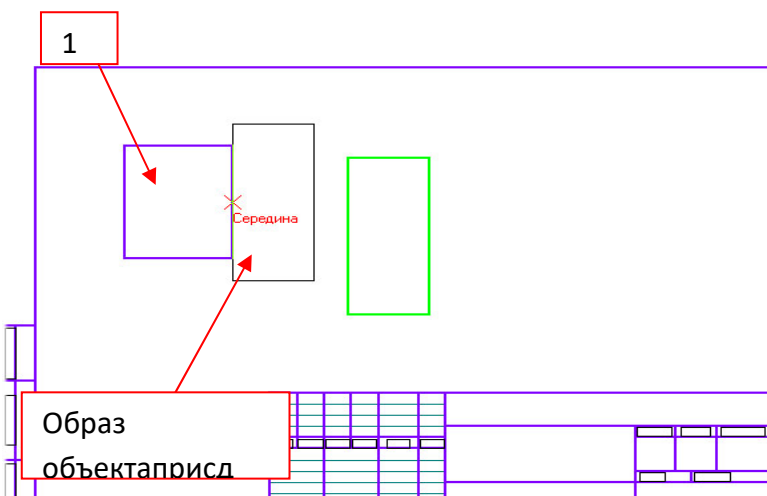

Рис.3.3.5
15. Подведите курсор к середине левой стороны второго прямоугольника, когда курсор изменит свой вид нажмите ЛКМ и удерживая ее перетащите прямоугольник к середине первого прямоугольника (Рис. 3.3.5), зафиксируйте середины прямоугольников ЛКМ (нажать 1 раз). Выполните завершение текущей команды нажав кнопку **Создать объект** на панели специального управления.